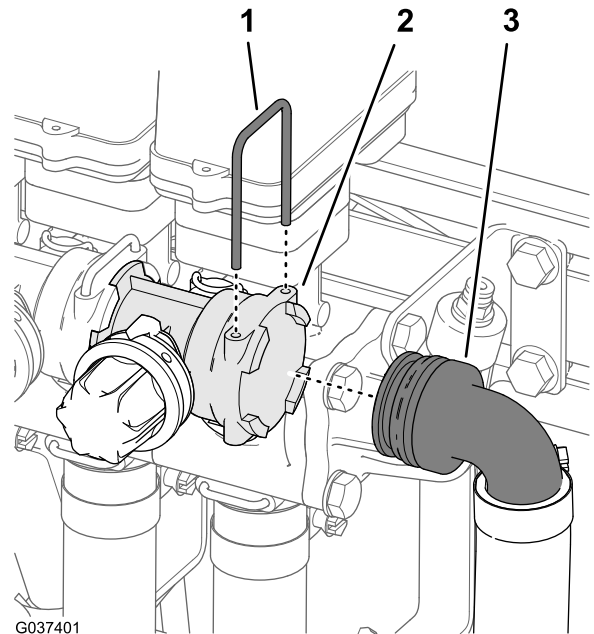

图29
3. 卸下将 90° 软管接头固定至用于右喷洒臂段阀的旁通阀端部的卡环图29。
4. 从旁通阀卸下 90° 软管接头图29。